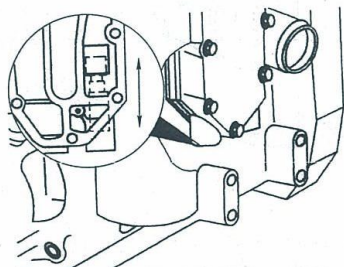

图 1-377 检查柱塞和柱塞孔,
3) 检查柱塞和柱塞孔, 确保柱塞在柱塞孔中移动自如, 见图 1-377。